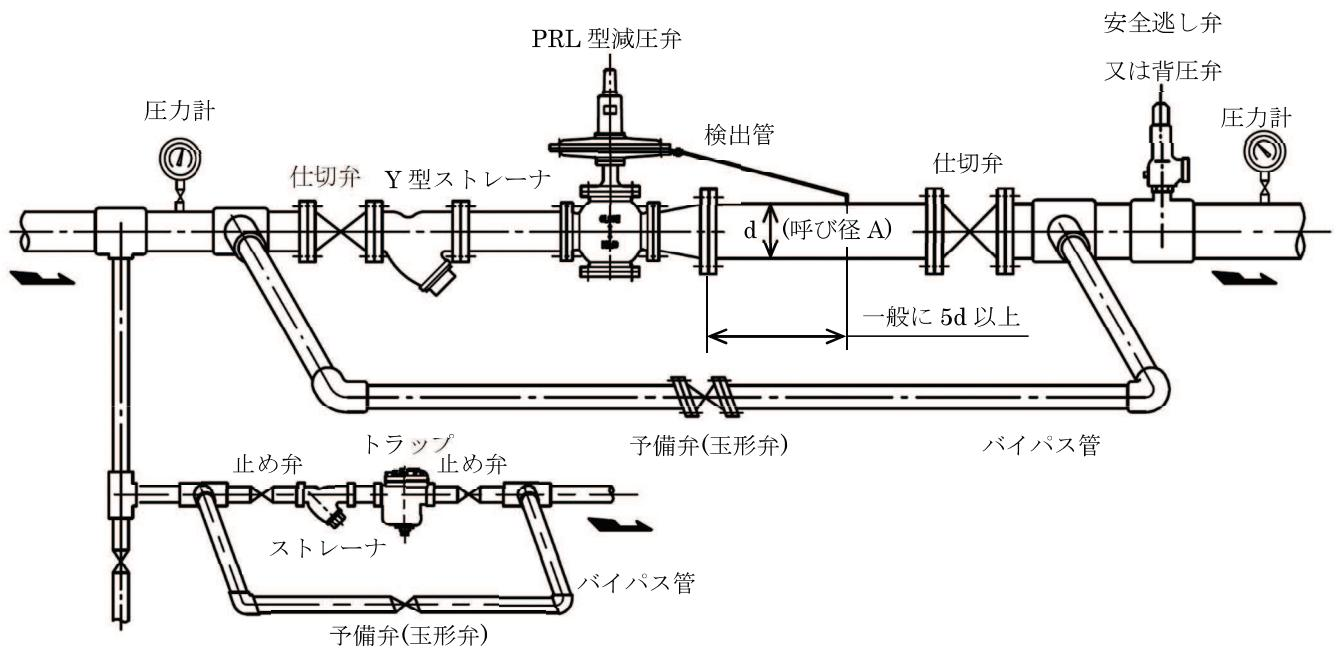

図3 配管例図
- 配管に際しては配管例図(図 3)に示すように必ずY型ストレーナ、安全逃し弁(又は背圧弁)及び予備弁(玉形弁)を備え、更に前後弁(仕切弁)と圧力計を取り付けるよう御計画ください。
- 2.4 配管に際しては図3の配管例図に示すように必ずY型ストレーナ、安全逃し弁(又は背圧弁)及び予備弁(玉形弁)を備え、更に前後弁(仕切弁)と圧力計を取り付けるよう御計画ください。